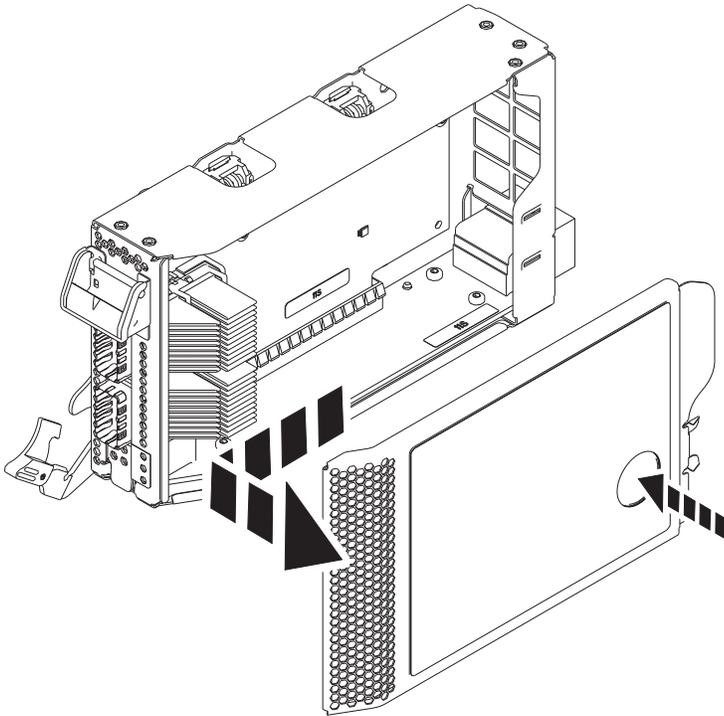

Figura 39. Remover a tampa da cassete do adaptador PCIe
- a. Prima o botão de terracota na tampa da cassetete como é mostrado na Figura 39 na página 40 para desencatar a tampa da cassetete.